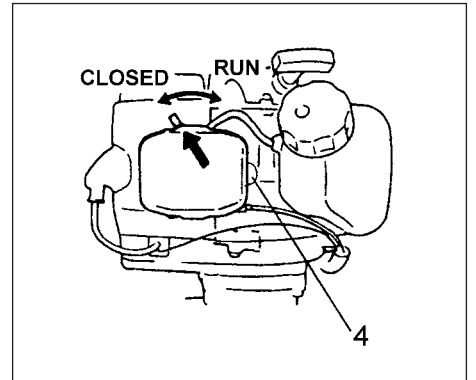

Fig. 2-3
- \* Tryk snapsepumpen (4) adskillige gange, så brændstoffet flyder gennem pumpen eller returrøret. (hvis udstyret med det) (Fig. 2-3).
3. Sæt chokeren i positionen CLOSED. (Fig. 2-3)
5. Når du hører motoren ønsker at starte, så sæt chokeren tilbage til positionen RUN (åben). Træk så rekylstarteren kvikt igen. (Fig. 2-3)